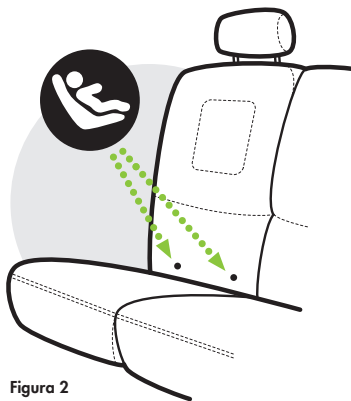

Figura 2
- Si los sujetadores LATCH no se ven con facilidad, se pueden encontrar mediante el símbolo que se encuentra cerca del pliegue que está entre el respaldo del asiento y el cojín de éste (figura 2).